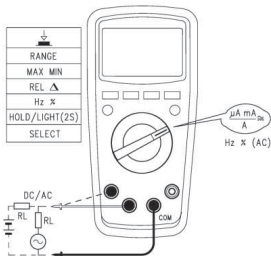

Рис. 10
7.8. Измерение переменного и постоянного тока (см. Рис. 10)